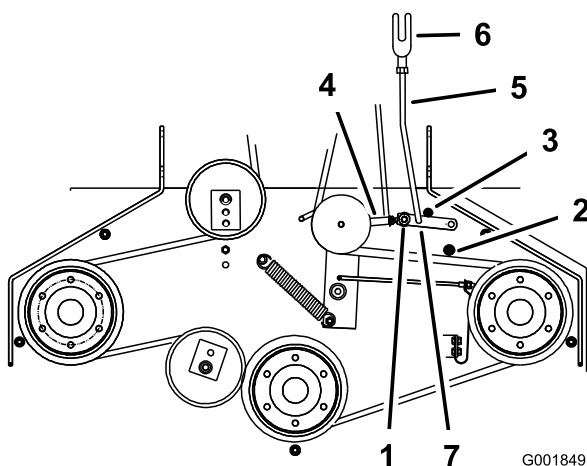

Figure 43
5. Vérifiez que le bras d'assistance est en appui contre la butée arrière sur le plateau (Figure 43).
7. Le bras d'assistance doit toucher la butée avant sur le plancher. Dans le cas contraire, réglez le levier coudé pour le rapprocher du renfort (Figure 43).
8. Pour ajuster la bielle du bras d'assistance, enlevez la goupille fendue du bras d'assistance (Figure 43).
11. Installez la bielle dans le bras d'assistance et fixez-la avec la goupille fendue (Figure 43).